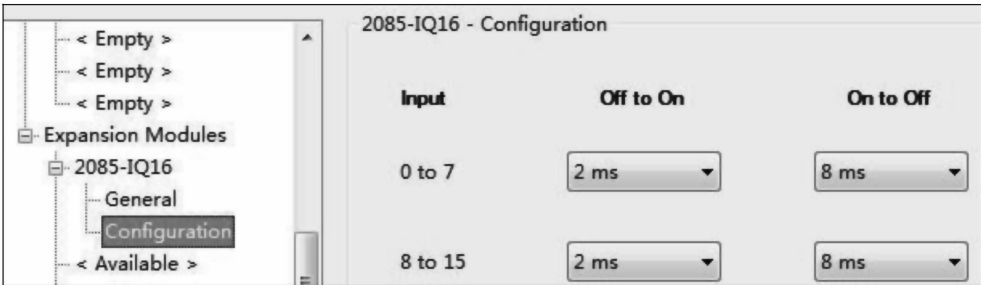

图 4-16 2085- IQ16 组态属性
2) 点击“Configuration”。根据需要来编辑模块和通道的属性。下一部分为扩展 I/O 模块组态属性，设备功能如图 4-16 所示。